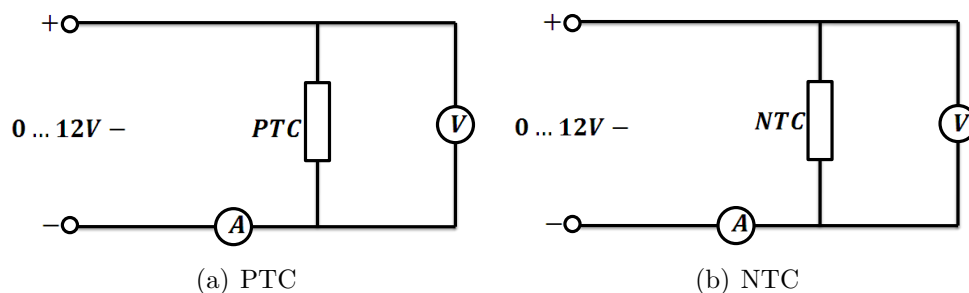

Figura 3.8: Esquemas para la variación de la resistencia con la temperatura
- 1 Monte el esquema ilustrado en la figura 3.8(a)
- 6 Monte el esquema de la figura 3.8(b)